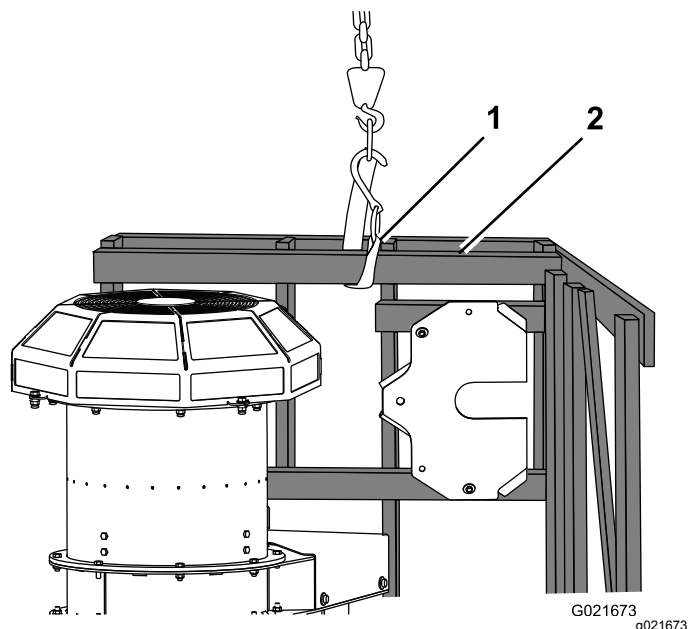

図 4
4. 木箱の上面アセンブリに吊り上げ用のストラップを掛けて木箱を持ち上げて垂直に立たせる 図 4。